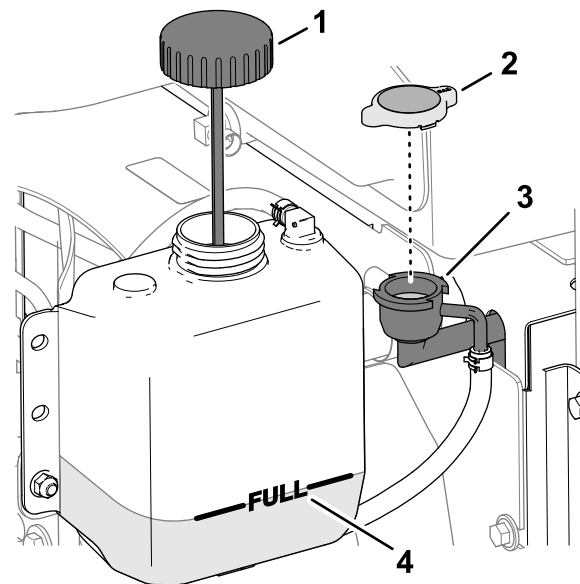

Рисунок 155
3. Осторожно снимите крышку радиатора (Рисунок 155).
**Примечание:** Уровень охлаждающей жидкости должен доходить до верха заливной горловины радиатора (Рисунок 155).